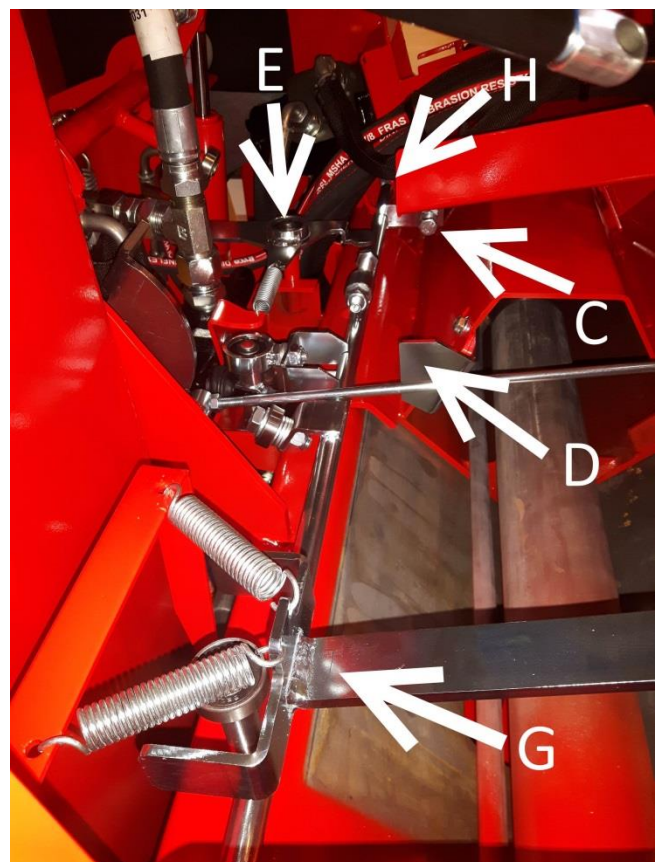
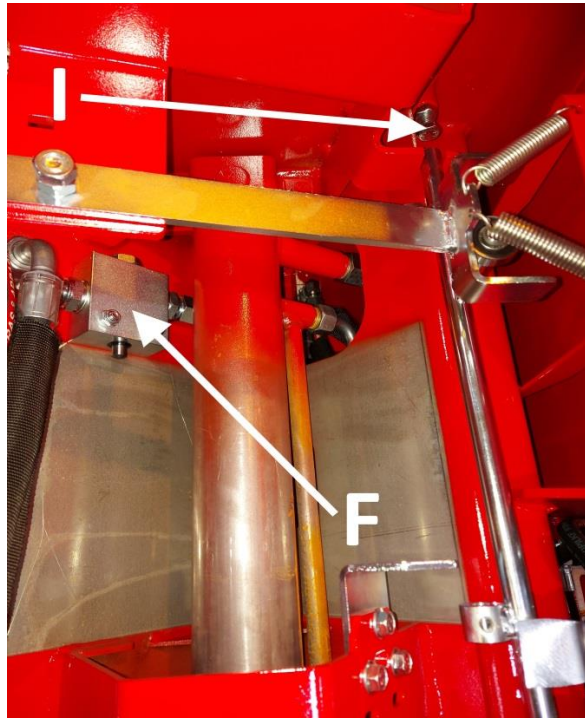

Abb. 18
Abb. 19
**Achtung!** Drehen Sie bei Bedarf die Platte der Holzmessvorrichtung je nach Holzdicke in die richtige Stellung. (Siehe Abb. 18 und 19.)
4. Mit Stellschraube **C** wird die Schlaglänge des Spaltzylinders bestimmt, d.h. in welcher Phase das Spaltventil von der Spalt- in die Umkehrposition übergeht (Abb. 18). Ist der Schlag z.B. zu kurz (der Spaltzylinder kommt nicht nahe genug an den Spaltkeil heran), muss Stellschraube **C** weiter in Platte **D** gedreht, d.h. geschlossen werden und umgekehrt.
5. Ventil **F** (Abb. 19) stoppt den Zylinder nach der Spaltbewegung. Die Grundposition lässt sich nicht einstellen.
Achtung; Spalthebel **G** bewegt dieselbe Spaltstange wie die Spaltaktivierung **E** der Säugung. (Abb. 18)
Die Endpositionen des Spaltventils werden mit den Bolzen **H** und **I** begrenzt (Abb. 18 und Abb. 19) Die Einstellung der Bolzen darf nicht verändert werden, verschlissene Bolzen sind auszutauschen!
7. Beschlag J und Stange des Bewegungsverstärkers. Abb. 19 (im Abstand von 200 h)